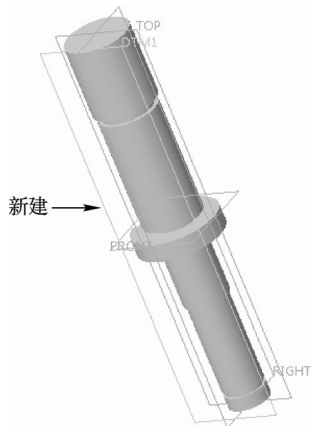

图 15-11 新建 DTM1 平面
STEP 02 按〈Enter〉键确认，单击“确定”按钮，即可新建一个名为 DTM1 的平面，如图 15-11 所示。